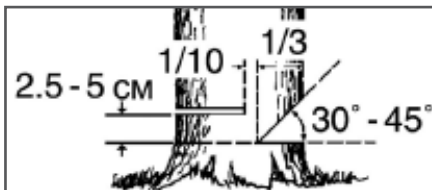

Рис. 12. Расположение запила и пропила
- Сделайте запил с той стороны, куда должно упасть дерево. Глубина запила примерно  $1/3$  диаметра ствола под углом  $30-45^\circ$  (Рис. 12).